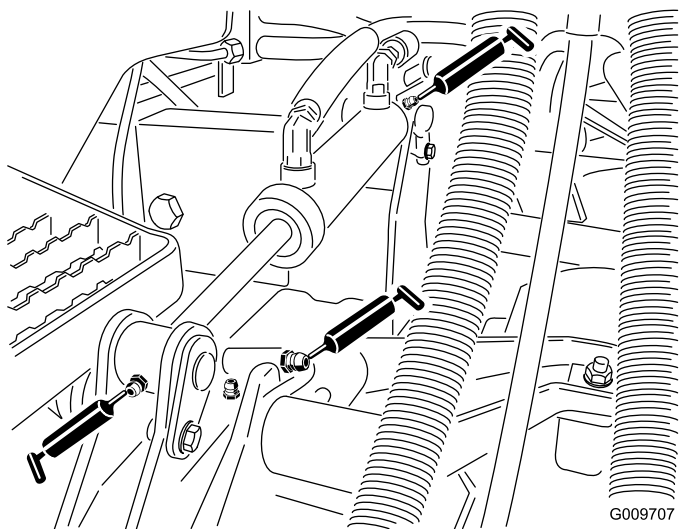

図 46
- 図 46 に示す、昇降アームのブッシュカッティングユニット 1 台に 1 ヶ所
- 図 46 に示す、昇降シリンダのブッシュカッティングユニット 1 台に 2 ヶ所